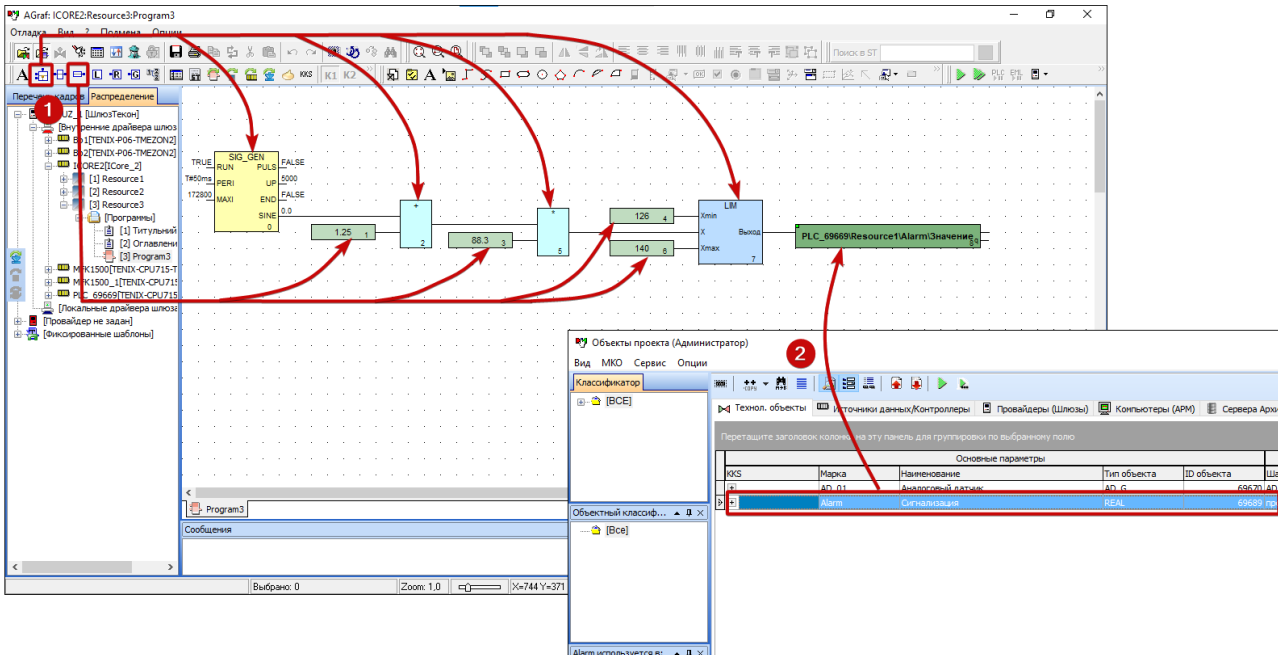

Рисунок 10.4. Создание программы в ICORE
- 7) Добавьте блоки в программу, используя кнопки ,  на панели инструментов (рис. 10.4 [1]).
- 8) Добавьте технологический объект Alarm, перетащив его из окна "Объекты проекта" (рис. 10.4 [2]).